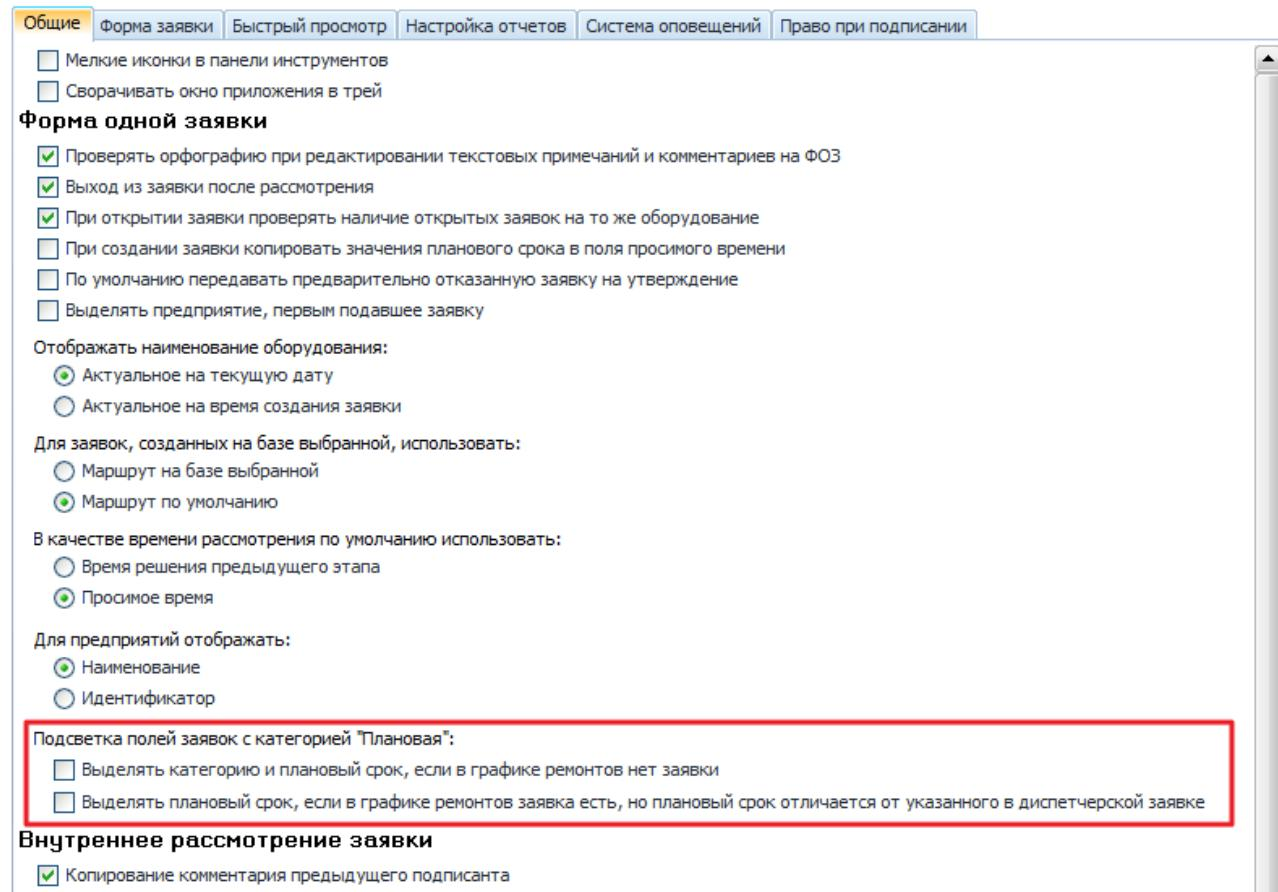

Рисунок 16.12 – Настройка выделения полей «Категория заявки» и «Плановый срок»
– «*Подсветка полей заявок с категорией «Плановая»*». В зависимости от выбранного значения происходит следующее (Рисунок 16.12):